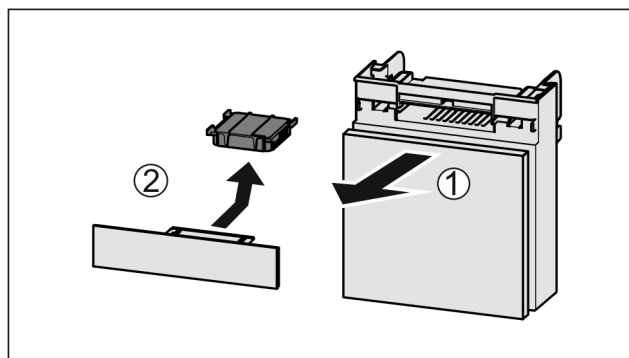

Fig. 128
- Fach nach vorne herausziehen Fig. 128 (1).
- Aktivkohlefilter entnehmen Fig. 128 (2).